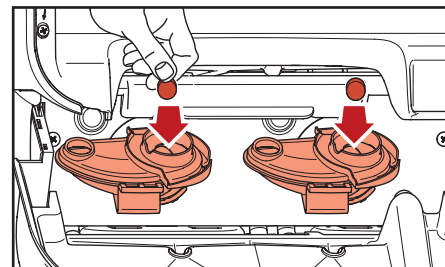

Рис. 5.4 - Положить моющие таблетки Rinza
4. Положить моющую таблетку Rinza в каждую смесительную емкость (рис. 5.4).
- i. Положить моющую таблетку Rinza в обе смесительные емкости (рис. 5.4).